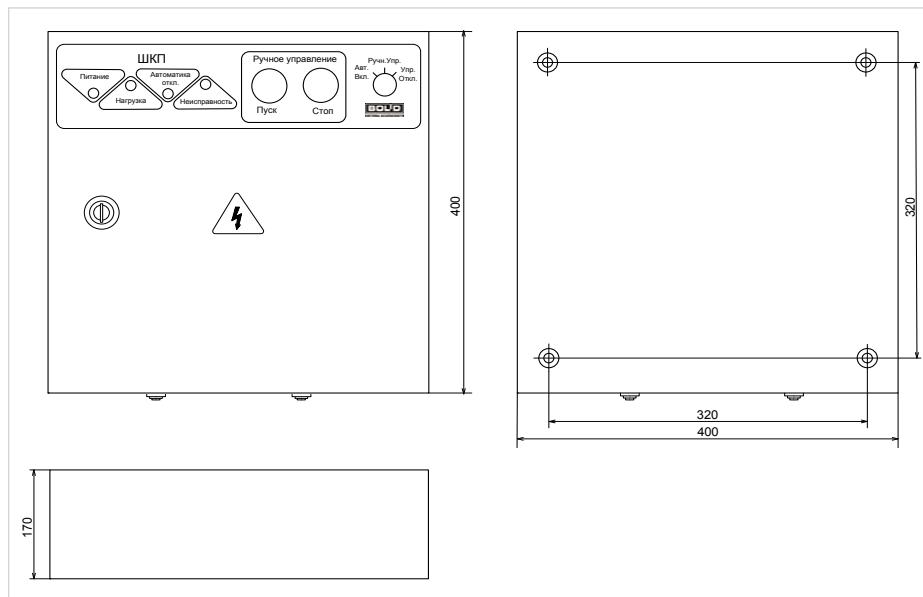

Рисунок 41. Внешний вид и габаритные размеры шкафов контрольно-пусковых «ШКП-4», «ШКП-10», «ШКП-18», «ШКП-30»
1. Наметьте на стене места для четырех установочных отверстий в соответствии с габаритным чертежом (см. рис. 41).